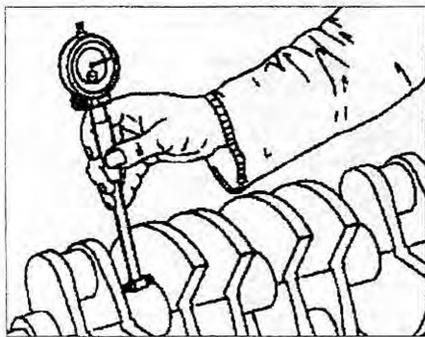

Рис. 2.54. Измерение ширины коренной шейки коленчатого вала.
10. Измерьте ширину шейки коренного подшипника коленчатого вала (рис. 2.54).